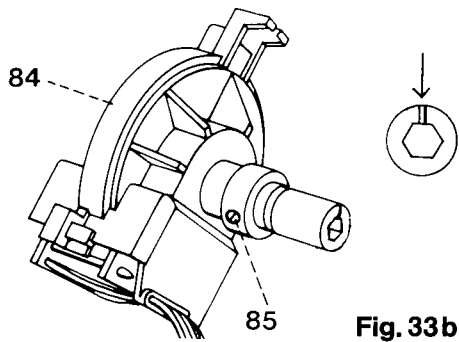

Fig. 33b
- ☐ Die Schraube 85 lösen (Abb. 33b).